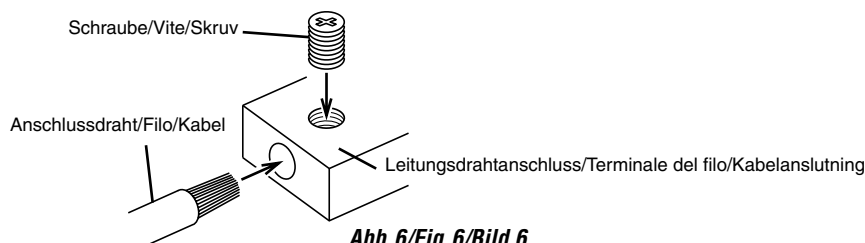

Abb.6/Fig.6/Bild 6
3. Lösen Sie die an der Klemme angebrachte Schraube. Schieben Sie das abisolierte Kabelende in die Leiterklemme. Ziehen Sie die Schraube (mitgeliefert) fest, um das Kabel zu befestigen. (Abb. 6)
3. Ruotate la vite fissata al terminale. Inserite l'estremità esposta del filo nel terminale del conduttore. Serrare la vite (in dotazione) per fissare il cavo. (Fig. 6)
3. Vrid på skruven som sitter i uttaget. Sätt i den blottade kabeländen i uttaget. Dra åt skruven (medföljer) för att fästa kabeln. (Fig. 6)